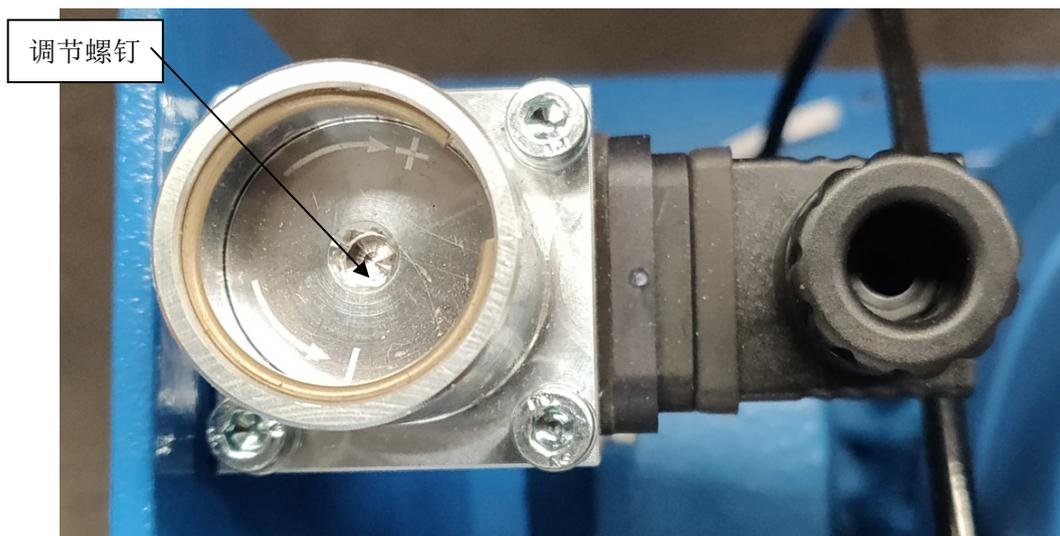

图 2.4-26
- a) 用内六角扳手将压力继电器（件 8）调节螺钉（参考图 2.4-26 顺时针调紧 2~3 圈，提高压力继电器控制电机停转的设定压力，使该压力值大于溢流阀的额定工作压力；给液压